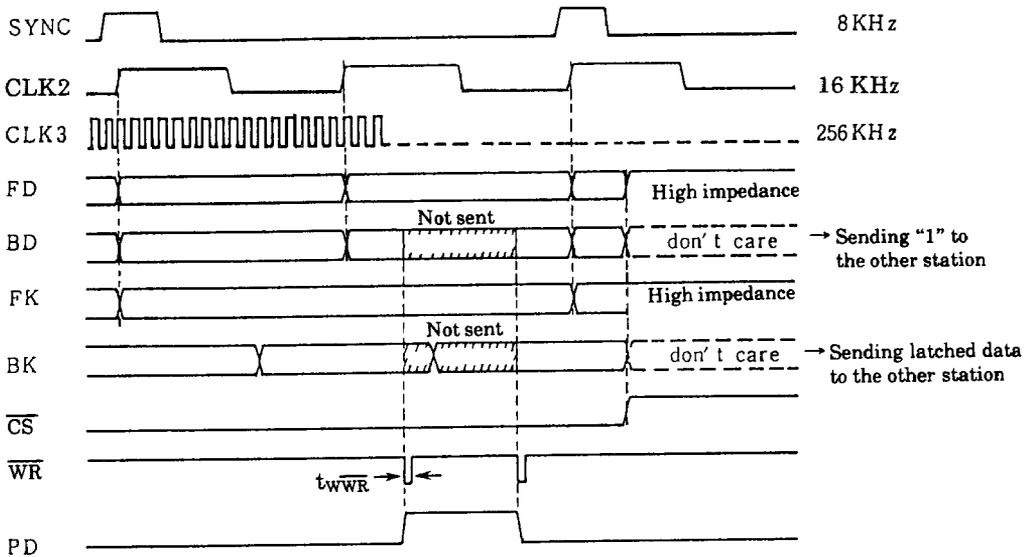

Fig. 7
- \overline{WR} (pin 31) See Fig. 7.
- \overline{CS} (pin 30) See Fig. 7.